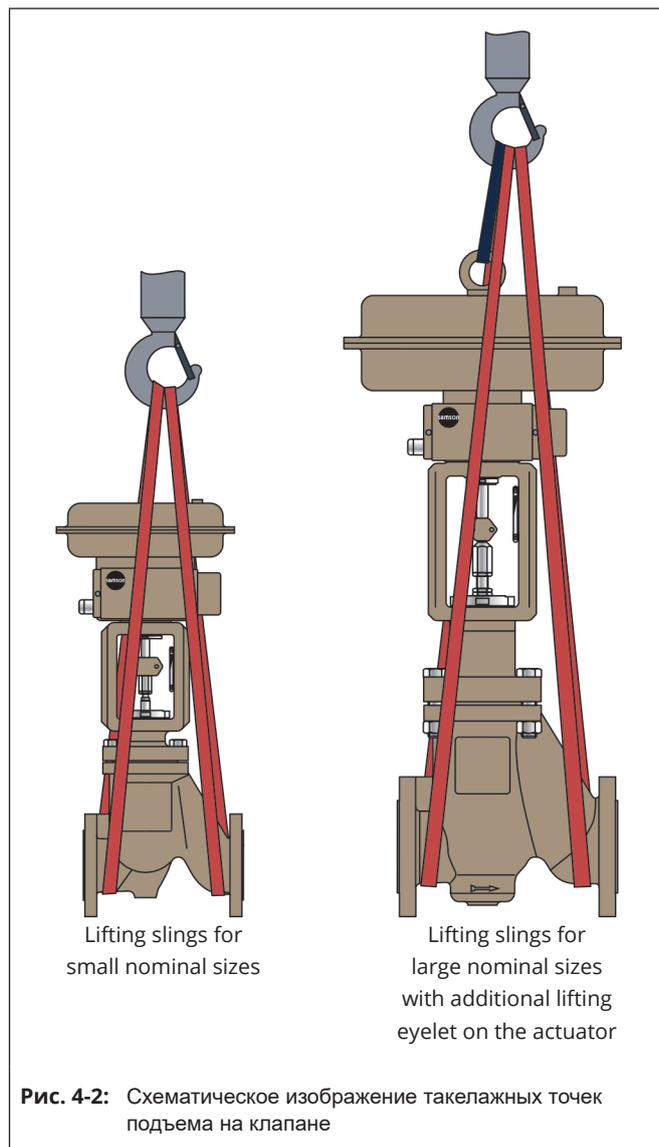

Рис. 4-2: Схематическое изображение такелажных точек подъема на клапане
- ⇒ Используйте крюк с предохранительным фиксатором в качестве несущего средства, чтобы грузозахватное приспособление не могло соскользнуть с крюка во время подъема и транспортировки, см. Рис. 4-2
- ⇒ Прикрепите по одной подъемной петле к фланцам корпуса и несущему средству (например, крюку) крана или вилочного погрузчика, см. рис. 4-2. При этом обратите внимание на безопасность, грузоподъемность и длину подъемных петель.